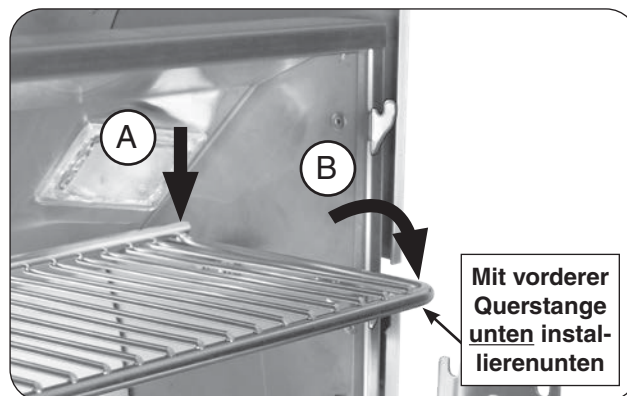

Abb. 24-3 Stellen Sie den Wärmeständer zur Verwendung auf
2. Legen Sie die Rückseite des Racks vorsichtig wie gezeigt auf die hinteren Trägerplatten (siehe Abb. 24-3, A) und senken Sie dann die Arme des Wärmegestells zur Verwendung auf die unteren Haken (siehe Abb. 24-3, B).